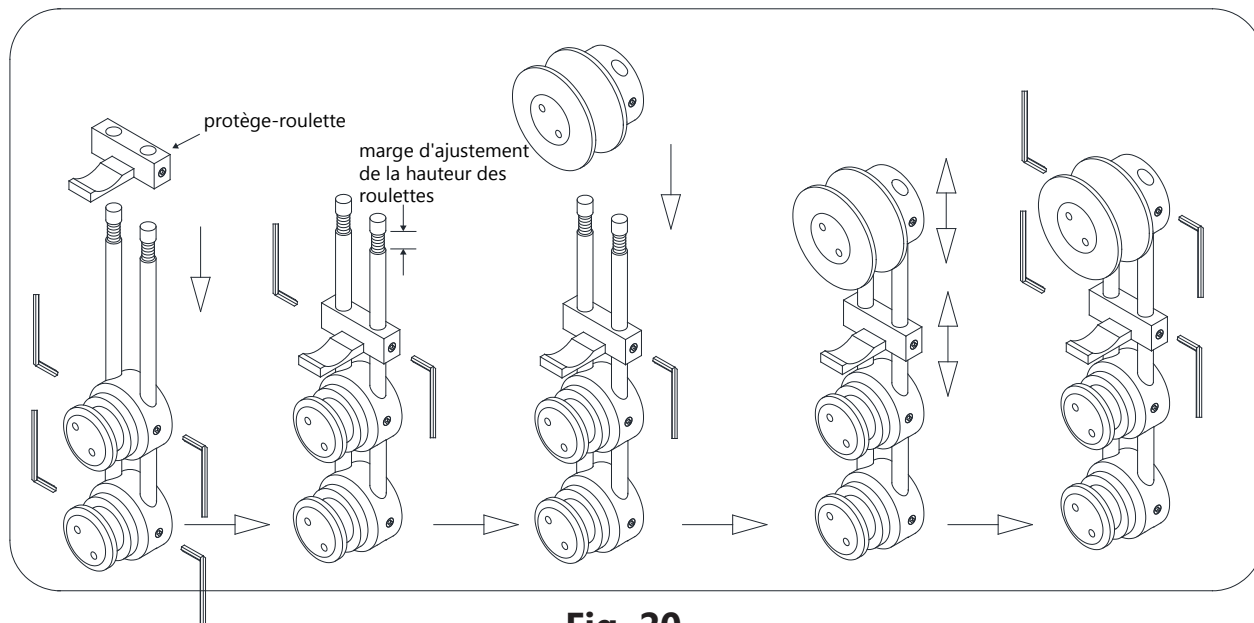

Fig. 20
17. Si nécessaire, la porte vitrée peut s'ajuster pour créer une meilleure étanchéité avec le mur. La **Bande D'étanchéité de Butoir (N° 13) doit être installée sur la Porte Vitrée avant de faire les ajustements.** Utilisez les vis de réglage pour hausser ou abaisser les roues. **Serrez complètement toutes les vis de réglage une fois tous les ajustements effectués.** (Fig. 20)